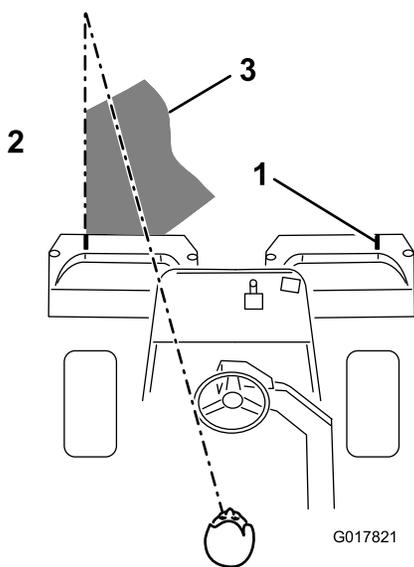

図 38
4. 行きと帰りでのオーバーラップができるだけ小さくなるように運転します。グリーン内をぶれずにきれいに直進し、刈り込みの済んだ列との距離を一定に保つて走るためには、車体前方 1.8 から 3 m のところに視線を置いて、刈り込み済みの済んでいる列にラインを合わせるようにするのがコツです図 38。ハンドルを目印にして距離を合わせても良いでしょう。その場合、ハンドルの縁と本機前方の目標ラインとを重ねて見ながら運転します(図 38)。